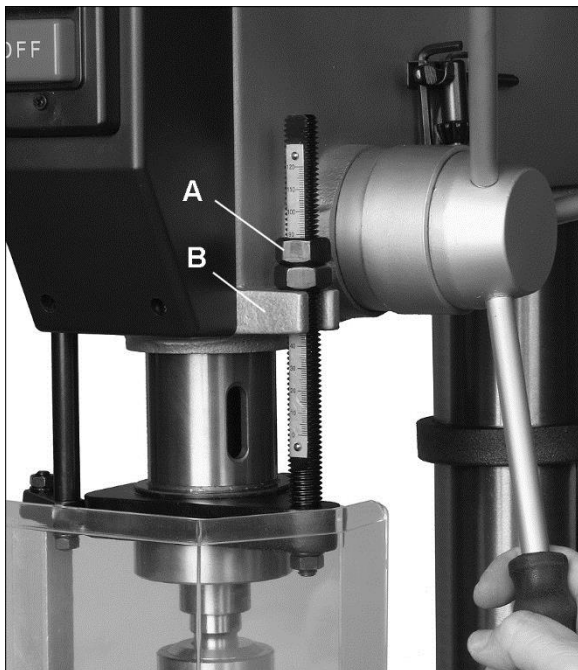

Abb. 8-1: Bohrtiefe einstellen
3. Mit der anderen Hand die Klemmmuttern (A, Abbildung 8-1) am Anschlagstab verschieben, bis sie an der Halterung (B) aufliegen.